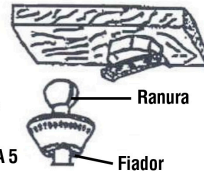

FIGURA 5
3. Asegurarse que el tubo queda correctamente colocado dentro de la rótula. Colocar el dosel en su sitio y apretar los componentes mediante los tornillos dispuestos al efecto ( Figura 5).